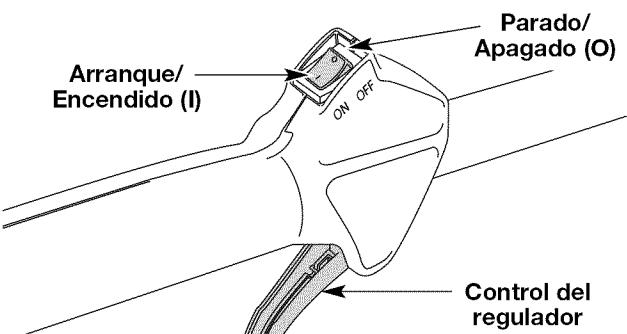

Fig. 9
- NOTA:** No hay necesidad de encender la unidad. El Control de Parada Encendido/Apagado (On/Off) está en la posición Encendido (ON) (I), en todo momento (Fig. 9).
2. Oprima y mantenga oprimido el control de encendido y apagado en la posición de **APAGADO** (O) hasta que el motor se detenga por completo) (Fig. 9).